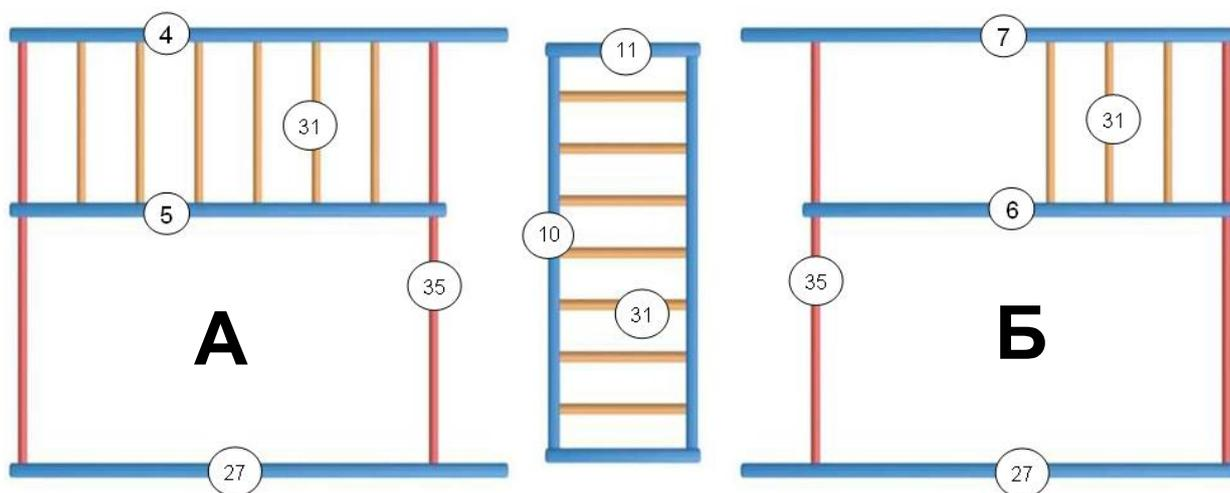

рис.2
4.2. Разложить комплектующие детали на свободном участке пола. Внимательно изучить рисунки и данное руководство. **Выбрать** на рис.2 **вариант сборки**. Стороны «А» и «Б» можно поменять местами. Все дальнейшие комментарии для Варианта 1.
В боковины рукохода (10) вставить перекладки (31). Зафиксировать винтами (61). Торцовые планки (11) прикрутить саморезами (69) к боковинам рукохода (10) как показано на рис.2.
Ознакомьтесь с рис.2. В стойки для лесенки (4) и (5) вставить перекладки (31) и закрепить винтами (61). Вставить перекладки (35), присоединить стойку (27) и наживите винтами не скручивая.